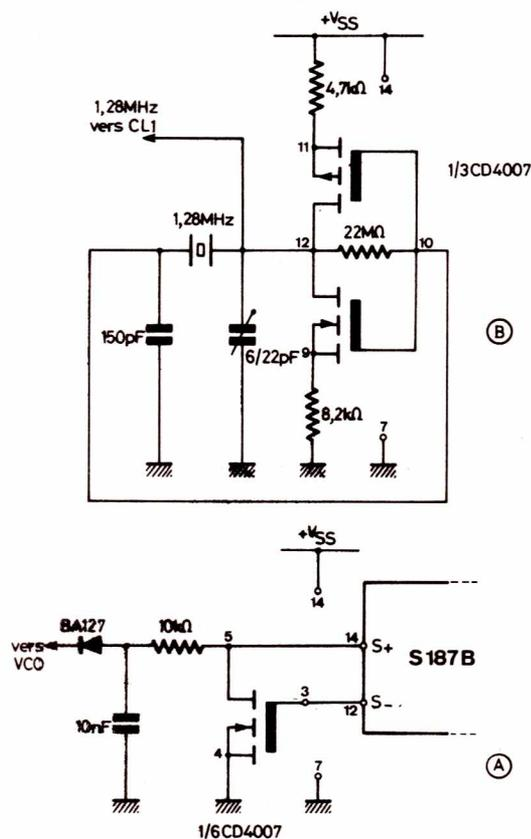

Figure 5 : Utilisation du CD 4007 en oscillateur à quartz et en complément du comparateur de phase.
La façon la plus simple et la plus économique de se procurer un transistor MOS approprié est d'utiliser une section d'un circuit CMOS de type CD4007. Celui-ci comporte en effet six transistors MOS dont les interconnexions incomplètes permettent la réalisation de montages personnalisés. La figure 5 (A) décrit l'utilisation de l'un d'entre eux en tant que branche inférieure du comparateur de phase, tout en donnant un exemple « passe partout » de filtre passe-bas. La figure 5 (B) utilise deux autres transistors de ce boîtier pour réaliser un oscillateur de référence à quartz. La valeur de 1,28 MHz n'est qu'un exemple choisi dans la fourchette 250 KHz — 6,5 MHz. Le choix du quartz dépendra de la